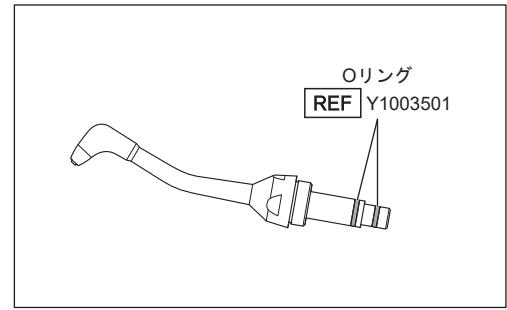

図48
- 2) ノズルの根元のOリングを針などで取り外します（図48）。Oリングの溝にパウダーの付着がある場合には、新しいOリングをはめる前にきれいに掃除します。